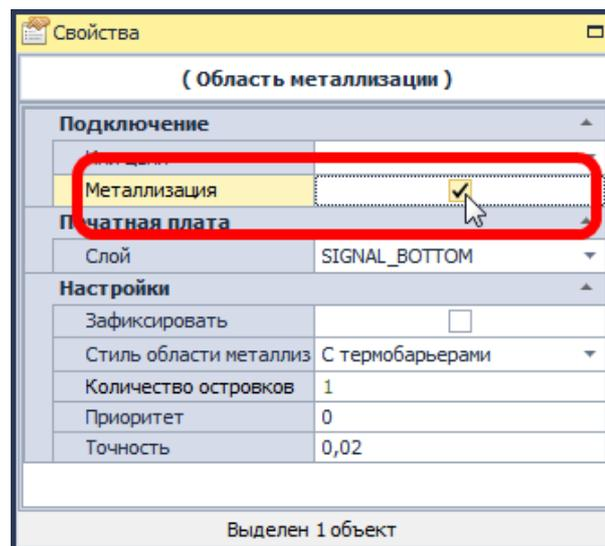

Рис. 154. Отмена заполнения области металлизации
2. С помощью панели «Свойства» отменяется заполнение области металлизации – в пункте «Металлизация» снимается флаг, см. Рис. 154.